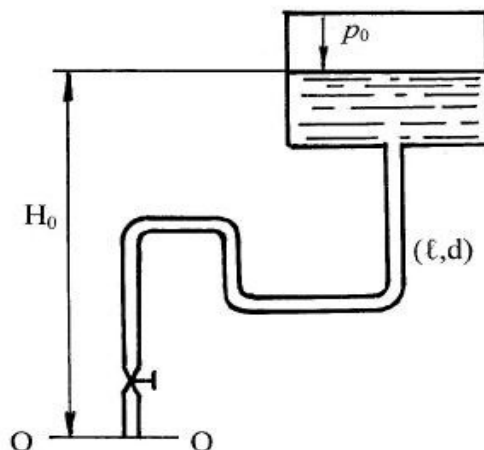

Рисунок 6 - Данные для решения задачи раздела 8
**Задача.** Определить требуемый напор (рисунок 6), который необходимо создать в сечении  $O-O$  для подачи в бак воды с вязкостью  $\nu$ , если длина трубопровода  $l$  м; его диаметр  $d$ ; расход жидкости  $Q$ ; высота  $H_0$ ; давление в баке  $p_0$ ; коэффициент сопротивления крана  $\zeta_1$ ; колена  $\zeta_2$ ; шероховатость стенок трубы  $\Delta$ . Данные для расчёта приведены в таблице 8.